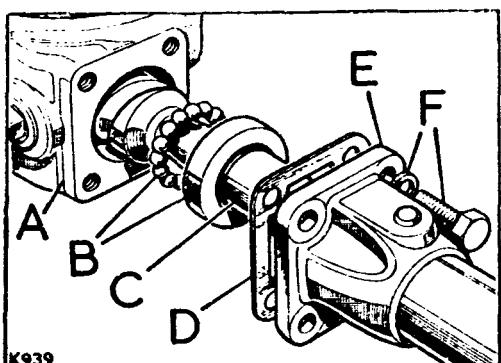

Fig. G1-47.- Caja de engranajes y columna de dirección
- 1.3.- Sujetando la columna de la dirección en un tornillo de banco se soltarán los tornillos, (Fig. G1-47), de fijación de la caja de engranajes, y seguidamente, utilizando un mazo, se golpeará sobre la barra de la dirección, C, por el extremo correspondiente al volante, para separar parcialmente la caja.